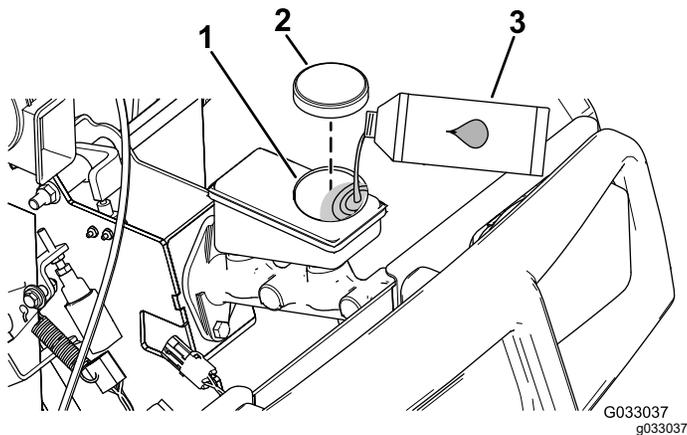

Рисунок 54
4. Поднимите капот, чтобы получить доступ к главному тормозному цилиндру и бачку (Рисунок 54).
- A. Очистите область вокруг крышки бачка и снимите крышку (Рисунок 54).
- C. Установите на место крышку бака (Рисунок 54).